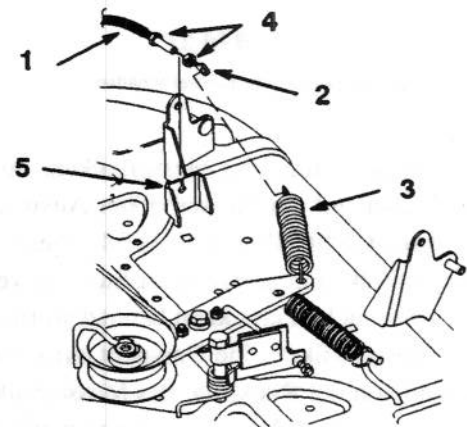

Bild 40
6. Den Messerbowdenzug (ZWA)-Ring aus der Mitläuferfeder aushaken (Bild 40).
7. Die Klemmutter vom Messerbowdenzug (ZWA)-Ring am Befestigungswinkelprofil entfernen. Den Zug vom Profil abschieben (Bild 40).